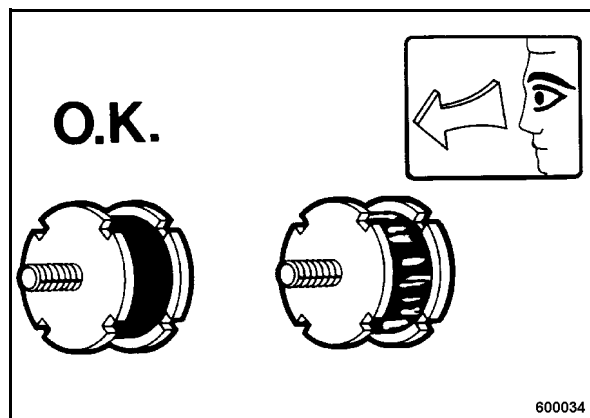

Fig. 70
- Comprobar todos los amortiguadores de goma (Fig. 70) por asiento fijo, grietas y desgarres y cambiarlos inmediatamente al presentar daños.